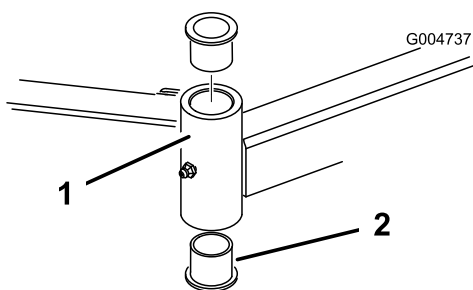

Figura 110
4. Inserte un botador fino en la parte superior o inferior del tubo de montaje y dé golpes hasta que salga el casquillo del tubo (Figura 110).